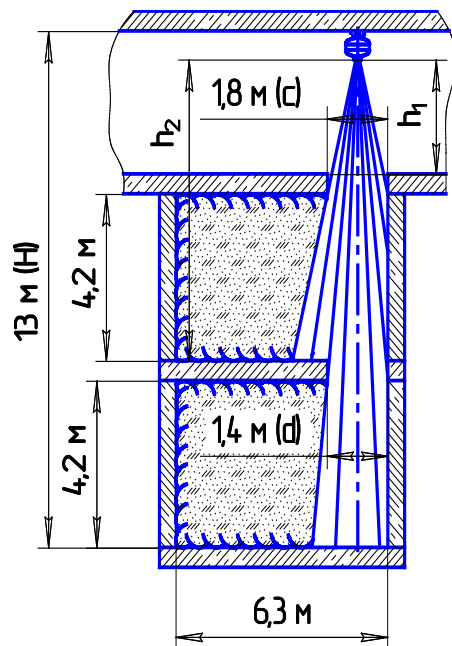

Рисунок 6
12 Огнетушащая способность МПП потолочного крепления для пожаров класса А при тушении с высоты (H) до 13 м двух поэтажно расположенных помещений с проемами для прохождения газопорошковой струи (см. рисунок 6): 12.1 Суммарная защищаемая площадь (S), m^2 12.2 Суммарный защищаемый объем (V), m^3	 36,5 153
При размере H менее 13 м, но выше потолочного перекрытия верхнего помещения размеры c и d (см. рисунок 6) должны быть: